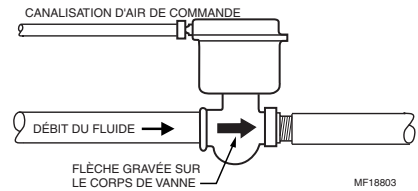

Fig. 1. Installation de la vanne (modèle à corps droit illustré).
1. Installer la vanne comme illustré à la Fig. 1.